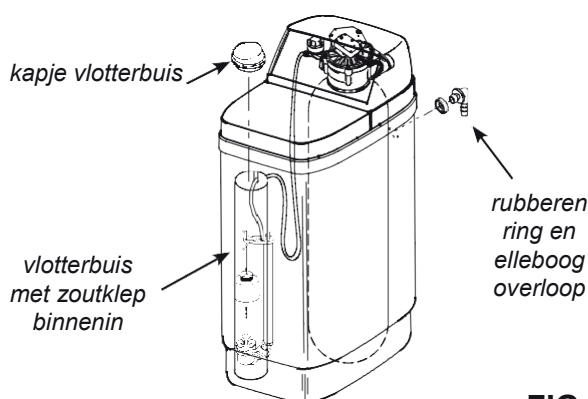

FIG. 10
12. Plaats de meegeleverde rubberen ring en elleboog in het gat van 20 mm in de achterwand van de zouttank. Sluit deze, indien mogelijk, aan op de afvoer. (FIG. 10)
13. Vul de zouttank met 5 liter koud water en voeg vervolgens een zak van het meegeleverde regeneratiezout toe. Zorg ervoor dat het kapje van de vlotterbuis niet wordt verwijderd. (FIG. 10)